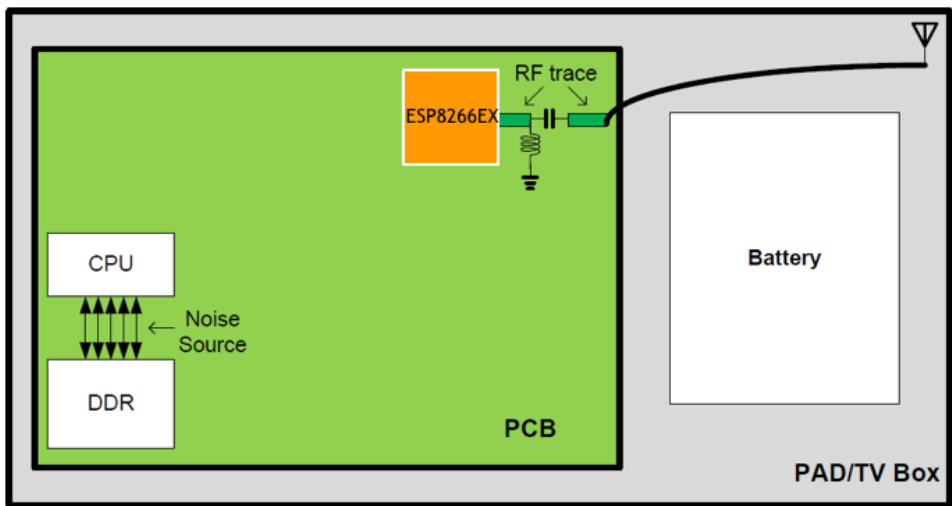

图 1-18. PCB 版图设计
- 从图 1-18 中可以看出，ESP8266EX 在 PCB 边上，且远离 CPU 与 DDR，使之远离噪声源 (CPU + DDR)，从位置上增加距离使得干扰能量随距离增加而衰减，继而减小噪声耦合。